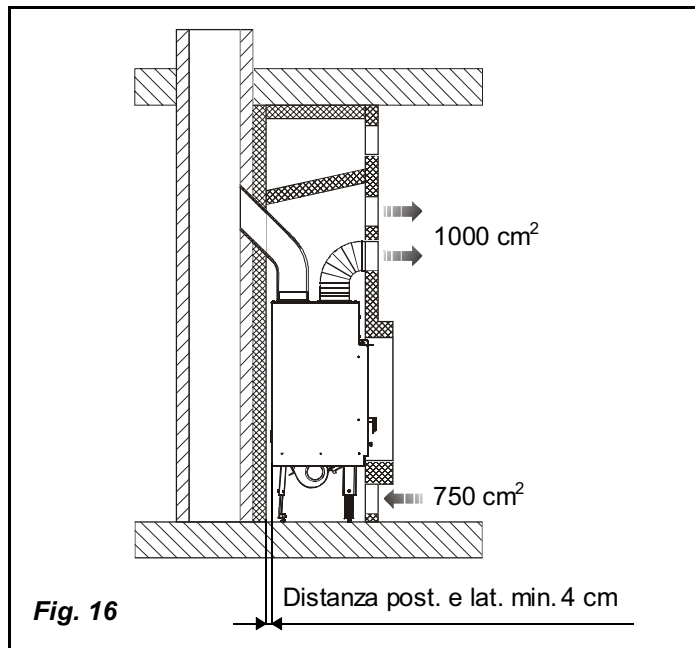
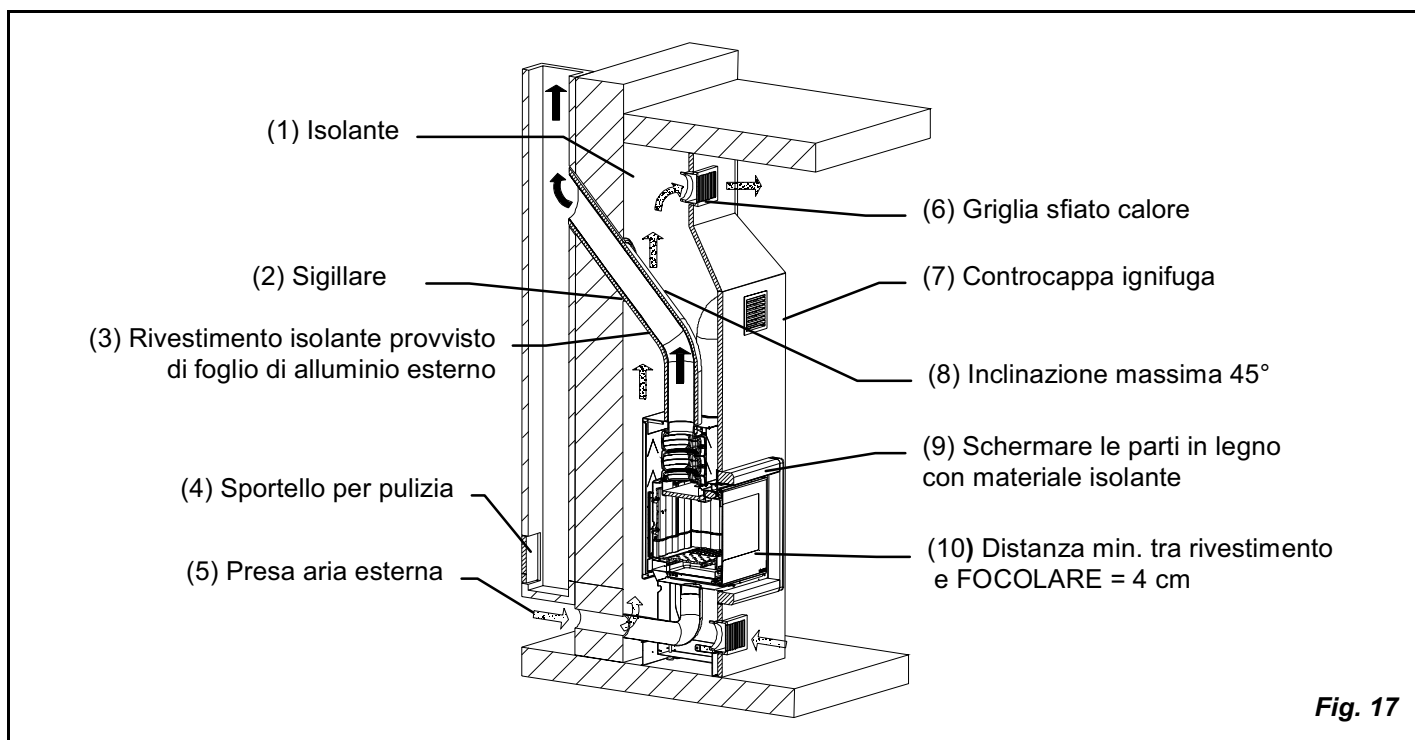

Fig. 16
Fig. 17
Bisogna per questo motivo consentire un'entrata di aria dal basso (entrata di aria fresca) ed un'uscita alta (uscita d'aria calda). Gli spazi previsti per la circolazione dell'aria indicati nelle figure sotto riportate (Fig. 16 - Fig. 17) sono i requisiti minimi:
La griglia di sfiato calore (Fig. 17 pos. 6) va installata sulla parte superiore della cappa a circa 20 cm dal soffitto. Questa **deve sempre essere installata** in quanto la sua funzione è quella di lasciare fuoriuscire nel locale il calore accumulato all'interno della cappa (sovrapressione).
B – convenzione forzata : (v. Fig. 17) 150 cm² presa aria esterna per il camino;